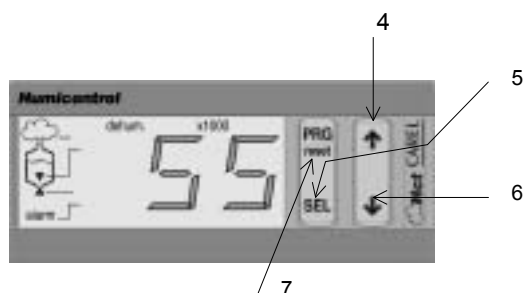

Рис. 8.2.3
4. Нажмите кнопку ▲ или ▼ для изменения величины. Постоянное нажатие кнопки увеличивает скорость прокрутки (см. Рис. 8.2.3).